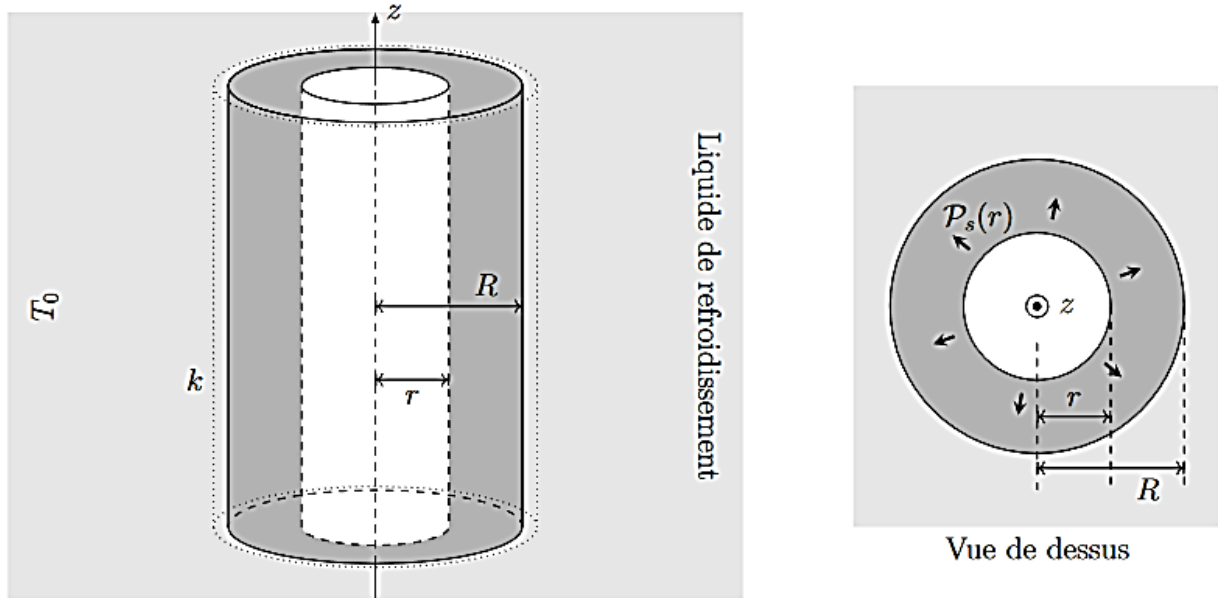

FIGURE 3 – Fil supraconducteur en régime stationnaire
Le matériau supraconducteur étudié a la forme d'un fil cylindrique de rayon  $R$ , de très grande longueur (figure 3). Il est entièrement plongé dans un liquide réfrigérant qui maintient une température uniforme  $T_0 < T_{sc}$ , avec lequel les échanges thermiques se font selon la loi de NEWTON. La totalité du fil cylindrique est le siège d'une production de puissance électromagnétique avec la densité volumique supposée uniforme et constante  $p_u$ .
- – 8. Exprimer la puissance totale  $\mathcal{P}_s(r)$  évacuée par une hauteur  $H$  de la partie du fil située au plus à la distance  $r$  de l'axe avec  $0 \leq r < R$ , cf. figure 3.